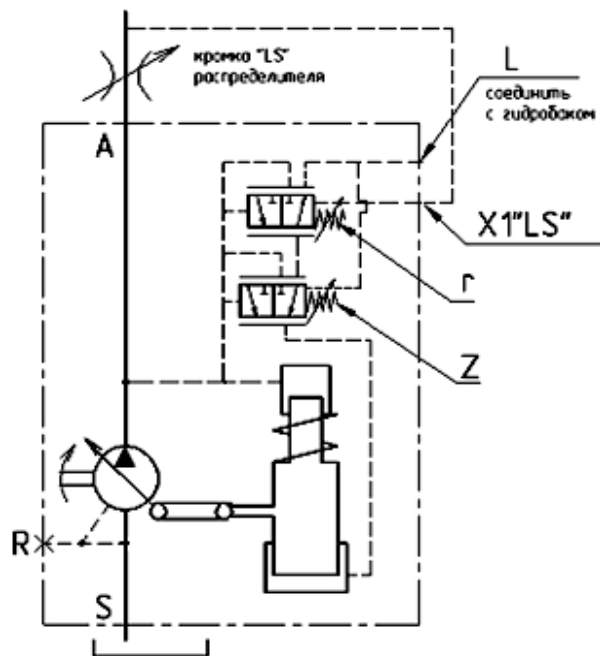

Рисунок 28 – Гидравлическая схема насосов с клапаном постоянного перепада давления (далее клапан LS) и клапаном отсечки по давлению.
- поддерживаемое давление  $P$  и максимальная потребляемая мощность  $N_{пmax}$ , при необходимости, могут быть изменены регулировкой винта  $Z$  (рисунок 28).